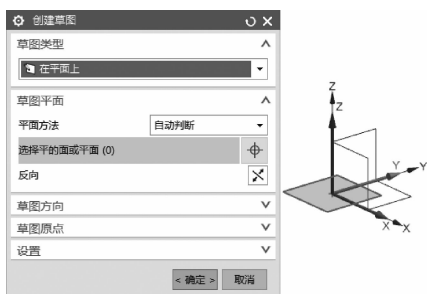
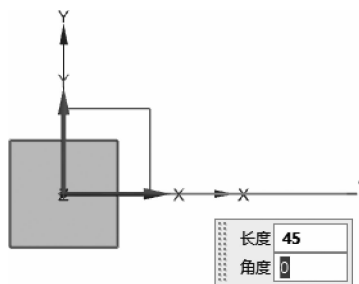
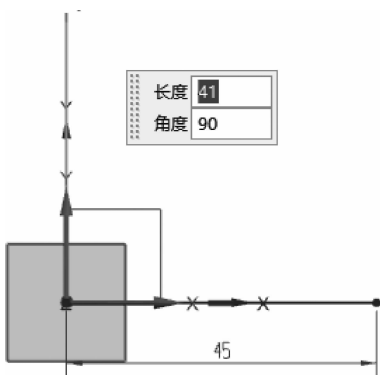

图 2-4 选择在平面上绘制图
图 2-5 创建水平直线
图 2-6 创建竖直直线
(3) 选择在平面上绘制图,如图 2-4 所示。在“草图”工具条中单击图标,创建长度为 45 的水平直线,如图 2-5 所示;同样创建任意长度的竖直直线,如图 2-6 所示。